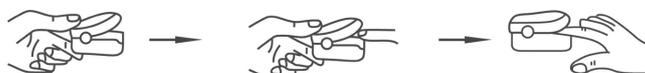

Abbildung 5 Finger positionieren
- Der Finger muss richtig positioniert sein (siehe Abbildung 5 dieses Handbuchs), um eine ungenaue Messung zu vermeiden.
- Öffnen Sie die Klemme wie in Abbildung 5 abgebildet.